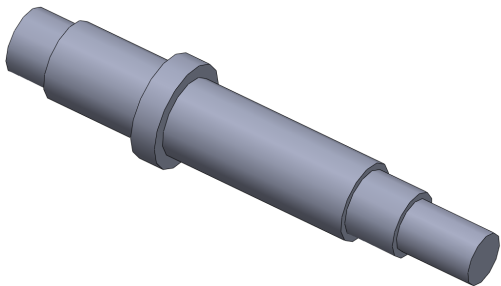

图 10-10 打开素材模型
(1) 单击常用工具栏中的【打开】按钮, 打开一幅素材模型, 如图 10-10 所示。